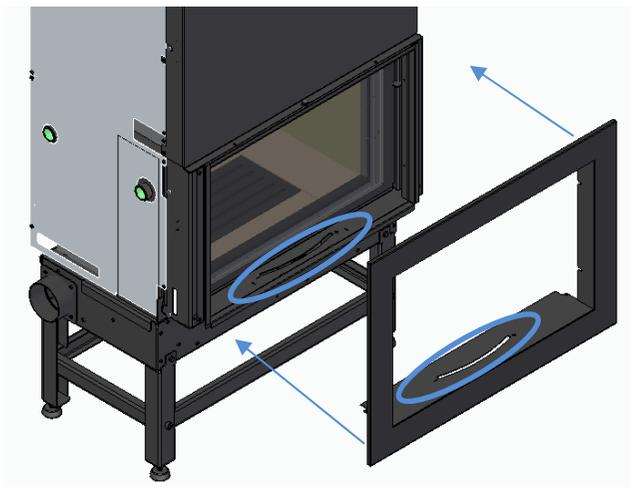

Figura 36
- b) Coloque la llanta en el equipo como se muestra en la Figura 36. En el caso de los modelos M700, M850 y M1100, asegúrate de que los canales coincidan en la parte interior inferior para poder regular la entrada de aire sin dificultad.